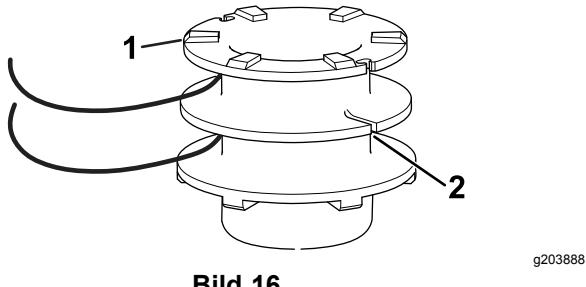

Bild 16
4. Stecken Sie den Faden in das Ankerloch im oberen Teil der Spule (Bild 16). Wickeln Sie den Faden in der Richtung auf die Spule, die durch die Pfeile auf der Spule angegeben ist.